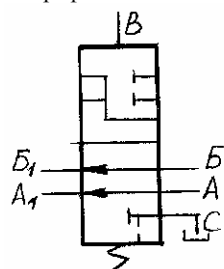

Рис. 32 Гидрораспределитель
4. ГИДРОРАСПРЕДЕЛИТЕЛЬ ЭО-3323А.07.21.010 (рис. 32)